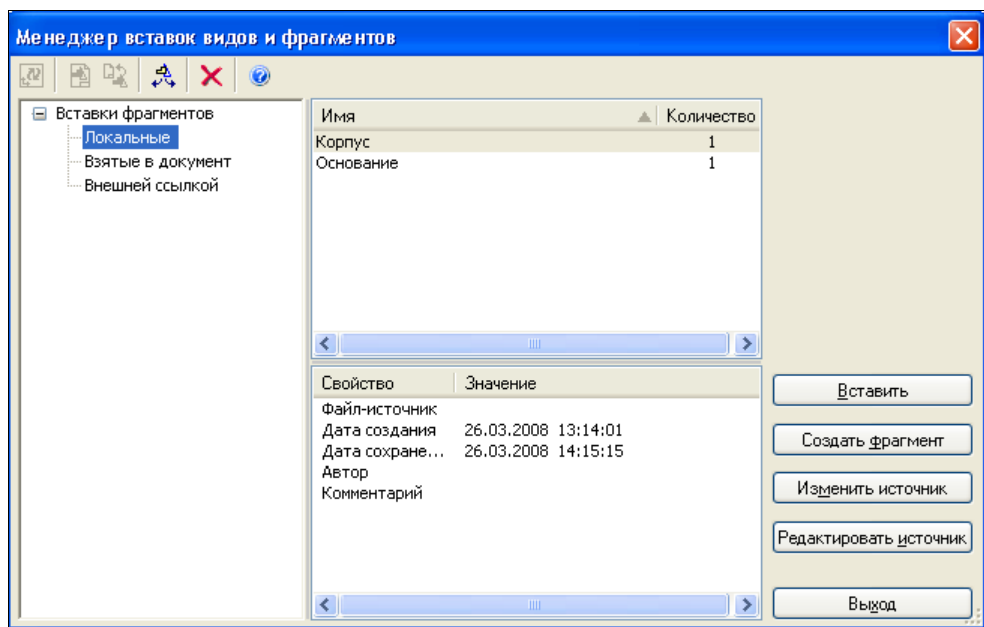

Рис. 20.7. Диалоговое окно **Менеджер вставок видов и фрагментов**
- ♦ вызовите команду **Менеджер вставок видов и фрагментов**. В появившемся диалоговом окне **Менеджер вставок видов и фрагментов** (рис. 20.7) в левой части щелкните ЛК мыши по знаку "плюс" перед элементами **Вставки фрагментов** и **Вставки видов**. Раскроется список
- ♦ вызовите ПК мыши контекстное меню (см. рис. 20.7) и выберите команду **Изменить источник**. Система выведет на экран диалоговое окно **Выберите файл для открытия**;